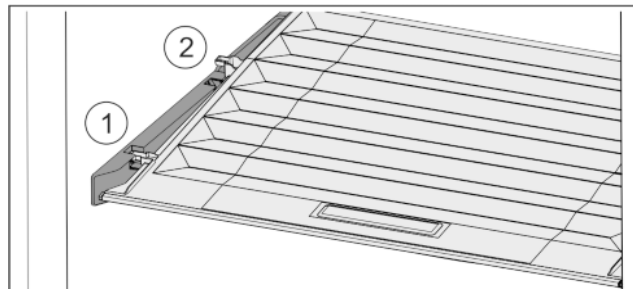

Fig. 29
- ▶ Издърпайте напред Fig. 29 (1) капака до отвора в задържащите части.
- ▶ Повдигнете го отзад отдолу и отстранете Fig. 29 (2) нагоре.